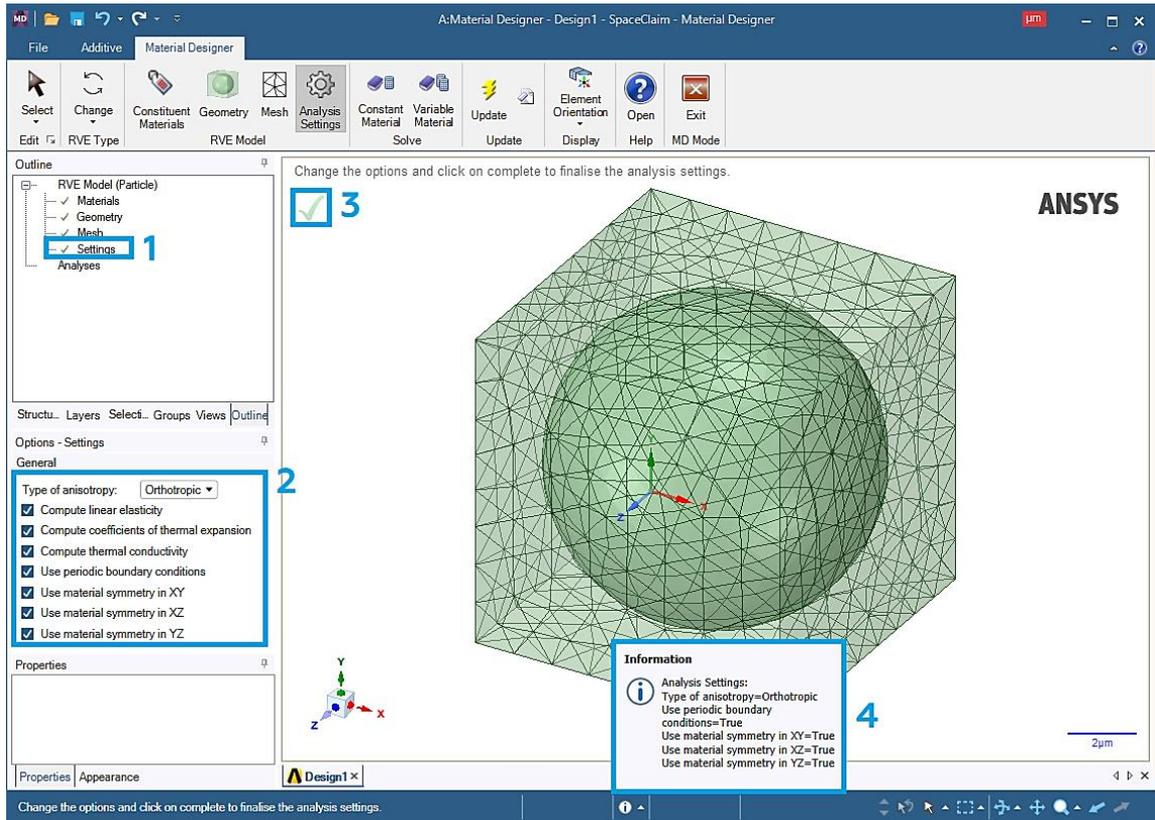

Рис. 10. Выбор характеристик частицы
8. Нажимаем ЛКМ на **Settings** (1). На панели слева (2) можно выставить интересующие настройки анализа объемного элемента (рис. 10), в нашем случае добавляем **Compute coefficients of thermal expansion** (Вычислить коэффициенты теплового расширения) и **Compute thermal conductivity** (Вычислить теплопроводность). Нажимаем на галочку (3) и видим системное окно, предупреждающее о результатах проведенного анализа (4).